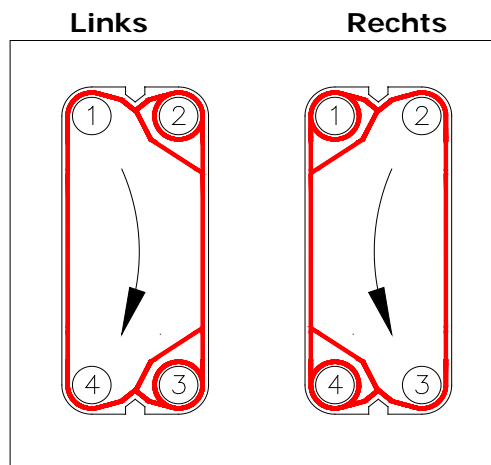

Fig. 5
- Auf den rechten Platten läuft das Fluid von der Verbindung 2 zu 3 oder umgekehrt von 3 zu 2 (Fig. 5).
- Auf den linken Platten geht der Fluss von 1 zu 4 oder von 4 zu 1 (Fig. 5).